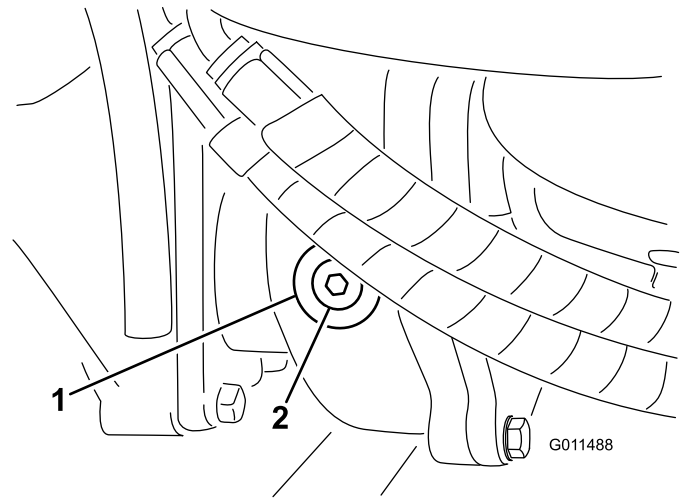

Figure 86
2. Enlevez le bouchon de contrôle/remplissage du côté gauche du boîtier d'engrenages et vérifiez que le lubrifiant atteint la base de l'orifice (Figure 86).